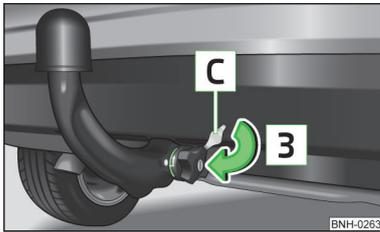

Fig. 104
- Infilare il coperchio **C** sulla serratura del volantino nella direzione indicata dalla freccia **3** » fig. 104.